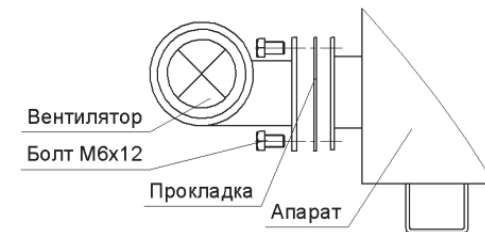

Рис.3 Монтаж вентилятора
2.2.2.1.5 Перед встановленням апарата на підлогу покласти металевий лист згідно рис. 3.